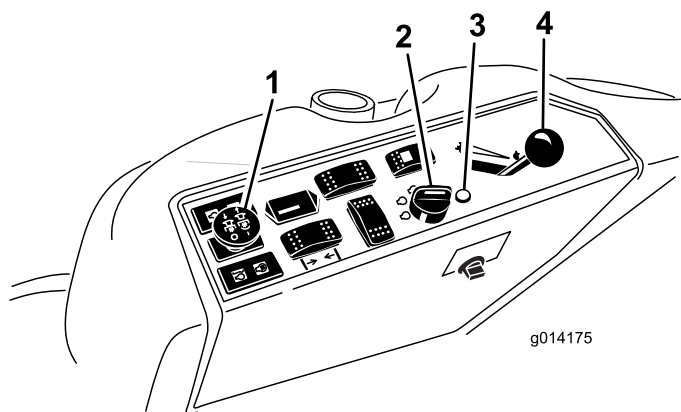

Figura 11
4. Desloque o interruptor PTO (tomada de força) para a posição off (Figura 11).
5. Desloque a alavanca do acelerador para metade entre as posições Fast (rápido) e Slow (lento) (Figura 11).